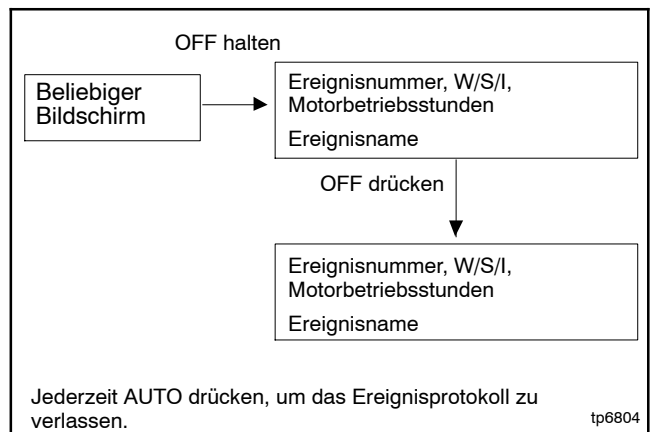

Abbildung 4-7 Ereignisprotokoll
Das Ereignisprotokoll zeigt bis zu 10 Störungen und Warnmeldungen der Steuerung an; dabei wird das neueste Ereignis zuerst angezeigt. Die Ereignisse werden mit 1-10 numeriert, wobei 1 das neueste Ereignis ist. Jedes Ereignis wird gemeinsam mit Datum und Uhrzeit des Ereignisses, Ereignisnummer, einem Kennbuchstaben für Warnung (W), Abschaltung (S) oder Informationshinweis (I), den Motorbetriebsstunden zum Ereigniszeitpunkt und einer Beschreibung des Ereignisses angezeigt. Siehe Abbildung 4-7.